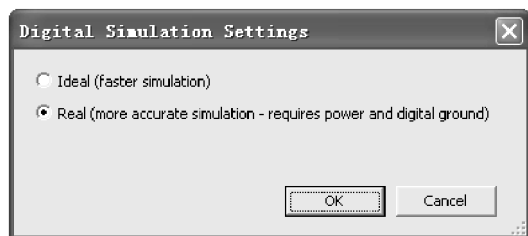

图 5-1 Digital Simulation Settings 对话框
- (1) 进行数字电路仿真分析设置，即执行 Simulate\Digital Simulation Settings...命令，打开 Digital Simulation Settings 对话框，如图 5-1 所示。